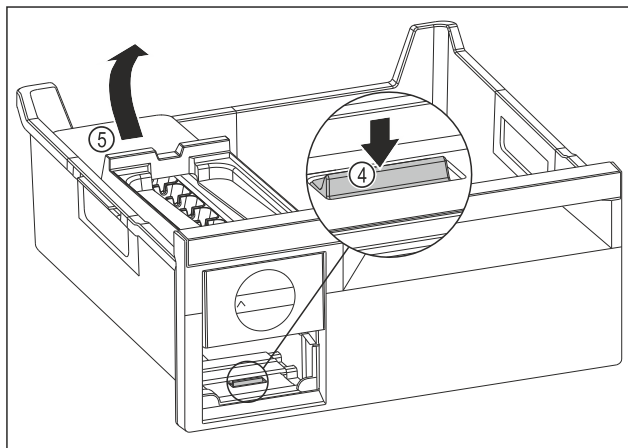

Fig. 89
- ▶ Изваждане на корпуса на EasyTwist-Ice: Натиснете езичето Fig. 89 (4) с пръст надолу и едновременно с това с другата ръка повдигнете корпуса на EasyTwist-Ice Fig. 89 (5) отзад.